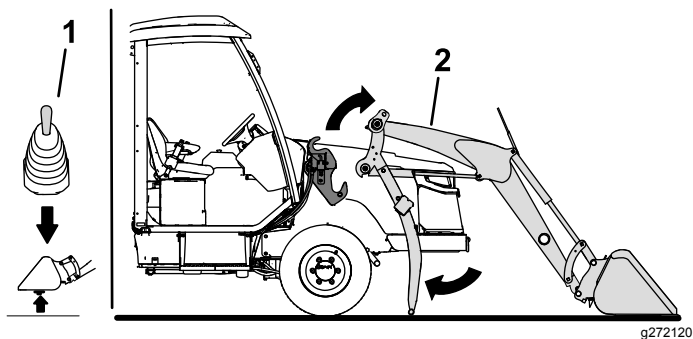

Figura 46
4. Utilize o joystick do carregador para elevar os braços do carregador para fora das montagens da estrutura do carregador (**Figura 46**).